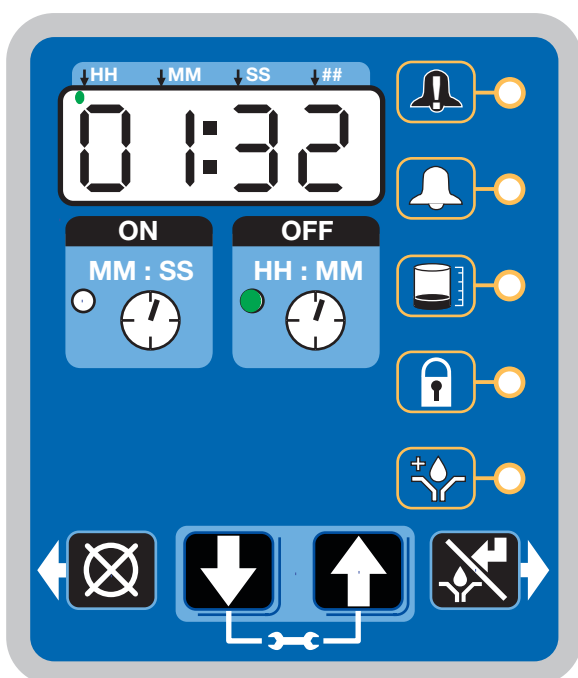

ABB. 34
Nach beendeter Einrichtung beginnt die G3-Pumpensteuerung automatisch mit der Ausführung der OFF-Zeitsequenz (ABB. 34).
- Das Beispiel in ABB. 34 zeigt eine OFF-Zeit von 1 Stunde und 32 Minuten bis zum Beginn des Schmierzyklus an.
- Erreicht der ON-Zeitwählwert den Wert Null, dann schaltet die Pumpe wieder ab und das System führt erneut den OFF-Zeitzyklus aus. Es leuchtet wieder die LED für OFF-Zeit (ABB. 34).